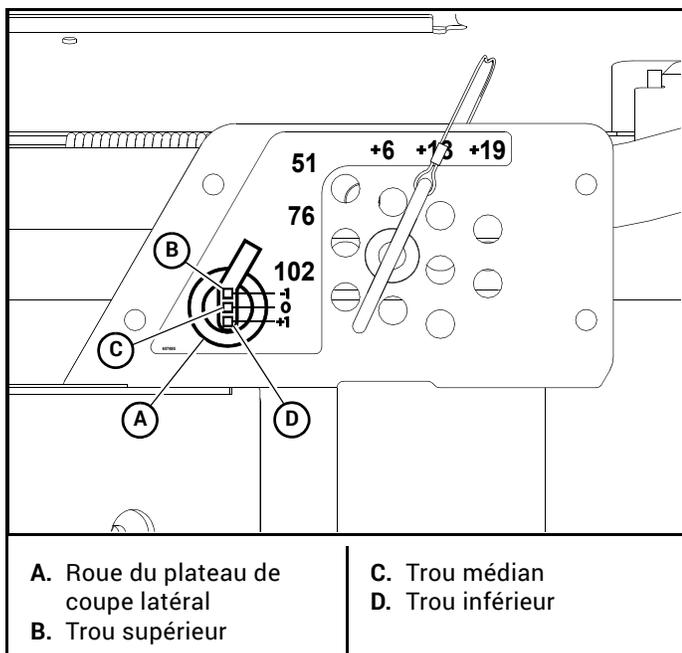

Figure 3-14
6. Utiliser l'illustration pour déterminer quels trous de réglage de la hauteur situés sur les plateaux de coupe latéraux doivent être utilisés. Figure 3-14